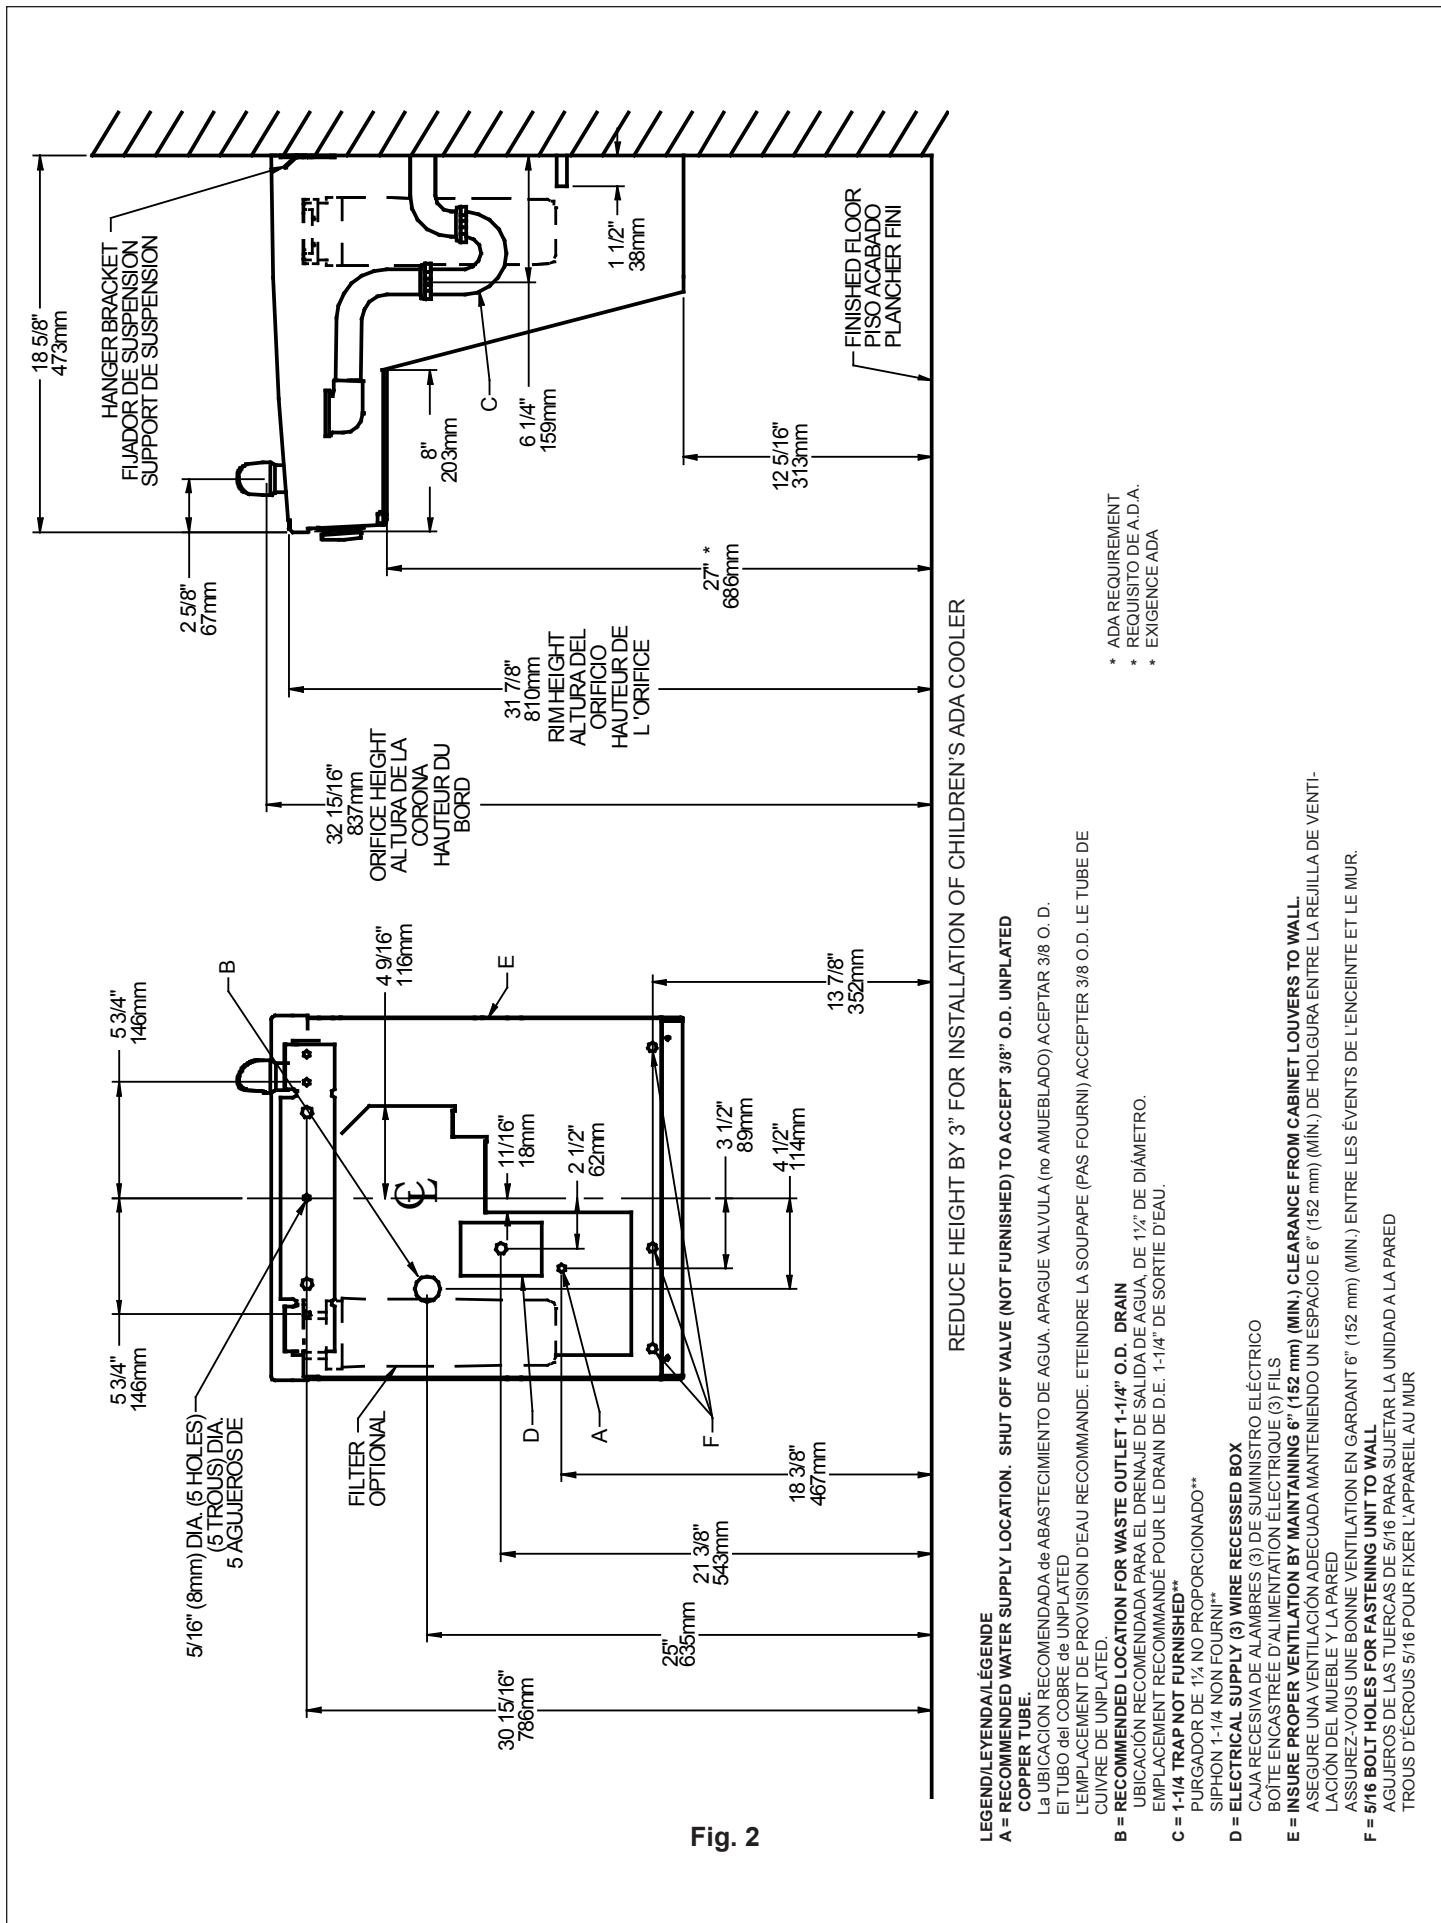

Fig. 2
- 1) Remove hanger bracket fastened to back of cooler by removing one (1) screw.
- 2) Mount the hanger bracket and trap as shown in Figure 2.
- Anchor hanger securely to wall using all five (5) 1/4 in. dia. mounting holes.
- 4) Hang the cooler on the hanger bracket. Be certain the hanger bracket is engaged properly in the slots on the cooler back as shown in Figure 2.
- 5) Loosen the two (2) screws holding the lower front panel at the bottom of cooler base and two (2) screws at the top (**Use torx bits sold separately**). Remove the front panel and set aside.
- 7) Remove the slip nut and gasket from the trap and install them on the cooler waste line making sure that the end of the waste line fits into the trap. Assemble the slip nut and gasket to the trap and tighten securely. Recommend fastening cooler to wall using 5/16 bolt holes, (see fig.2, "F").
- 1) Quite el fijador de suspensión sujetos a la parte posterior del enfriador quitando un (1) tornillo.
- 2) Monte el fijador de suspensión y quite el purgador como se muestra en la Fig.2.
- Ancle el suspensor de forma segura a la pared usando todos los cinco (5) agujeros de montaje de 1/4" de diámetro.
- 5) Afloje los dos (2) tornillos que sostienen la parte inferior del panel en la parte inferior de la base del enfriador y los dos (2) tornillos en la parte superior (**Utilice los pedacitos torx vendidos por separado**). Quite el panel frontal y póngalo a un lado.
- 7) Saque la tuerca deslizante y empaquetadura del colector e insístelos en la manquera de residuos de la nevera, asegurándose que el extremo de la manquera encaje en el colector. Coloque la tuerca deslizante y la empaquetadura en el colector y apriete firmemente. Recomiende el refrigerador de la cerradura para emparedar usando 5/16" agujeros de perno, (véase fig. 2, " F").
- 1) Retirez le support de suspension à l'arrière du refroidisseur en enlevant une (1) vis.
- 2) Installez le support et le siphon tel qu'indiqué à la fig. 2.
- Ancrez solidement le support au mur à l'aide des five (5) trous de fixation d'un diam. 1/4 po.
- 4) Installez le refroidisseur sur le support en vous assurant que ceux-ci sont bien installés dans les fentes à l'arrière du refroidisseur tel qu'indiqué à la figure 2.
- 5) Dégagez les deux (2) vis retenant le panneau inférieur avant au bas de la base du refroidisseur ainsi que deux (2) vis sur le dessus (**Employez le peu Torx vendu séparément**). Retirez le panneau avant et mettez-le de côté.
- 7) Retirez l'écrou coulissant et le joint du siphon et les installer sur la conduite de vidange de la fontaine en s'assurant que l'extrémité de la conduite de vidange s'ajuste dans le siphon. Assemblez l'écrou coulissant et le joint sur le siphon et serrer fermement. Recommandez le refroidisseur d'attache pour murer utilisant 5/16" ; trous de boulon, (voir la fig. 2, " ; F" ;).